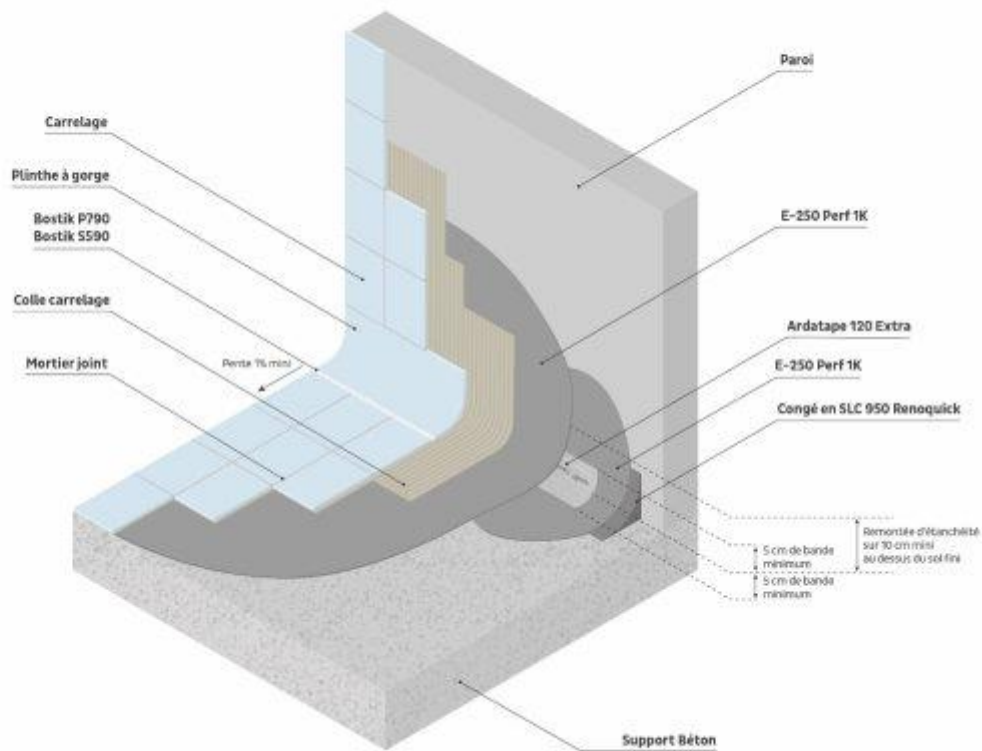

Figure 1b - Raccordement Sol / Mur en local P4/P4S
2.4.4.1.2. En local P4/P4S (cf. figures 1b et 1c)